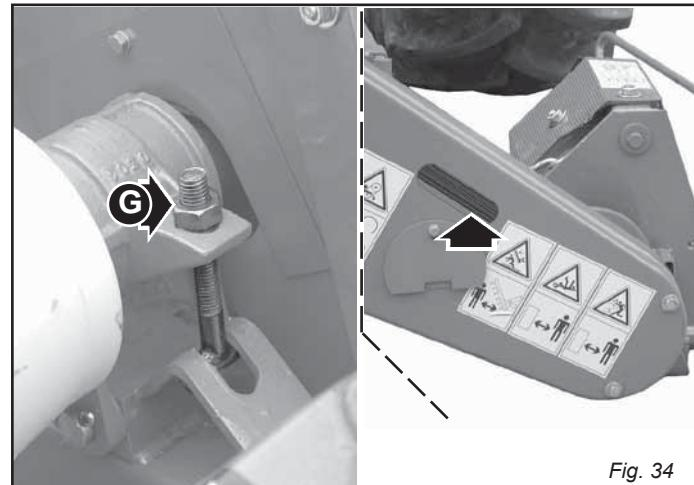

Fig. 34
- Controllare la tensione delle cinghie attraverso la finestrella praticata sul carter; il gioco non deve superare i due centimetri. Regolare eventualmente la tensione tramite il dado (G, Fig. 34). La finestrella di ispezione va tassativamente chiusa con l'apposito coperchietto dopo ogni ispezione alle cinghie.